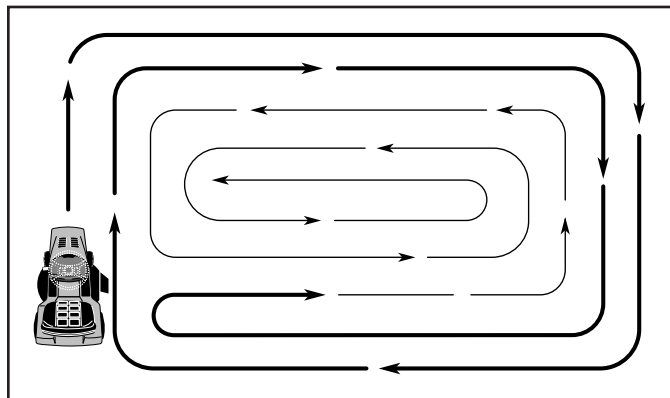

Fig. 28
- Al segar las área grandes, empiece girando a la derecha de modo que los recortes se descarguen, alejándose de los arbustos, cercos, entradas de automóviles, etc. Después de una o dos vueltas, siegue en la dirección opuesta, haciendo virajes a la izquierda, hasta que termine (Vea Fig 28).